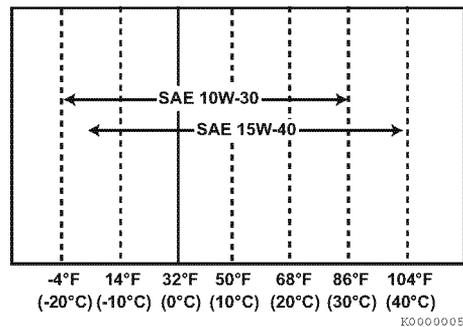

Figura 4
- Seleccione la viscosidad del aceite en función de la temperatura ambiente en la que funcionará el motor. Consulte el gráfico de viscosidades de los grados de servicio SAE (**Figura 4**).